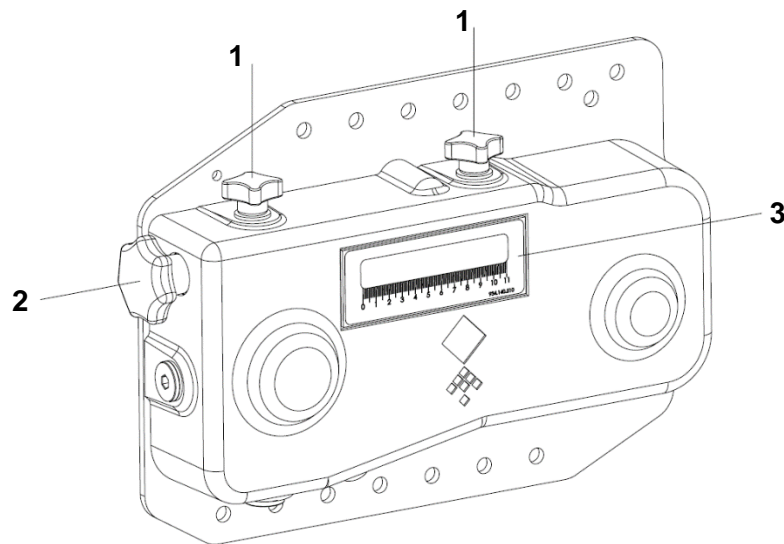

Abbildung 4
1. Lösen Sie die Sternknöpfe (1) (siehe Abbildung 4).
2. Drehen Sie an dem Sternknopf (2), um die Einstellung zu verändern. Die Einstellung lässt sich auf dem Aufkleber ablesen.
3. Ziehen Sie die Sternknöpfe (1) wieder an.